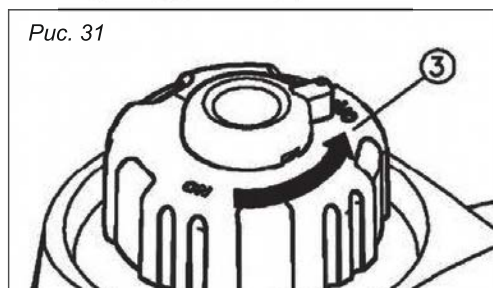

Рис. 31
- 3 после того, как двигатель полностью остынет, рис. 31.